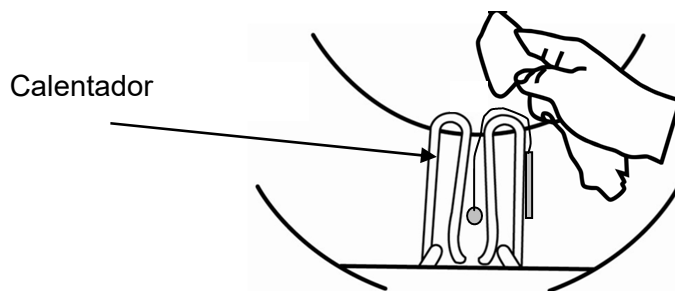

Figura 36
- Use un limpiador no corrosivo y una escobilla de cerdas duras o en todo caso una esponja para limpiar el calentador según se indica en la Figura 36.